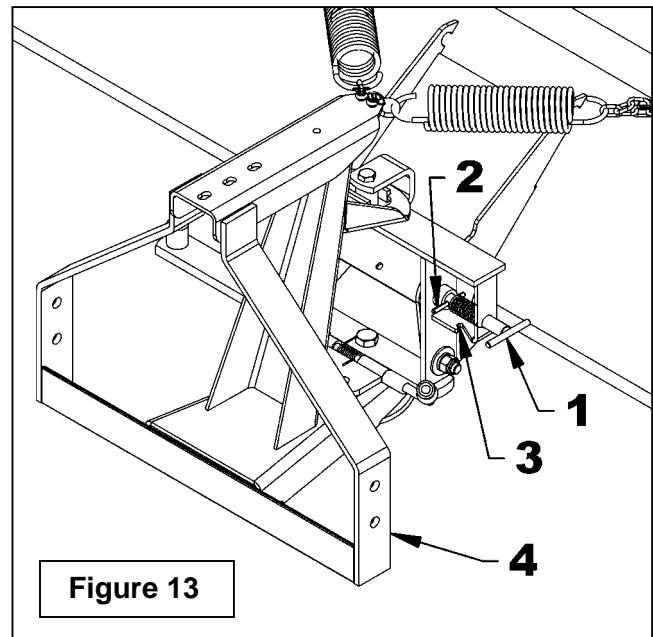

Figure 13
Retirer le balai du Tracteur (Figure 13)
IMPORTANT: La goupille en "T" pin (fig. 13, item 1) **DOIT ÊTRE** en position déverrouillée.
3. Retirer les trois boulons 1/2" x 2 1/4" (item 8), les rondelles de blocage 1/2" (item 6) et les écrous 1/2" (item 7) qui retiennent le moteur hydraulique.
4. Retirer le boulon 3/8" X 1 1/2" (item 11) et l'écrou à bague de nylon 3/8" (item 12) pour enlever le garde intérieur (item 13).
5. Retirer les boulons 1/2" x 1 1/4" (item 1), les rondelles de blocage 1/2" (item 4) et les écrous 1/2" (item 5) qui fixent le palier à roulement sur le côté du balai opposé au moteur hydraulique.
6. Placer la goupille en "T" (fig. 13, item 1) en position verrouillée et soulever l'avant du balai pour que la goupille s'enclenche. Retirer la brosse du balai et placer en position verticale, le moteur hydraulique appuyé sur le sol.
7. Retirer les boulons 5/16" x 2 1/2" (item 2) et rondelles de blocage 5/16" (item 3) de la plaque de retenue (item 14) du support de brosse en s'assurant de ne pas endommager les boyaux hydrauliques.